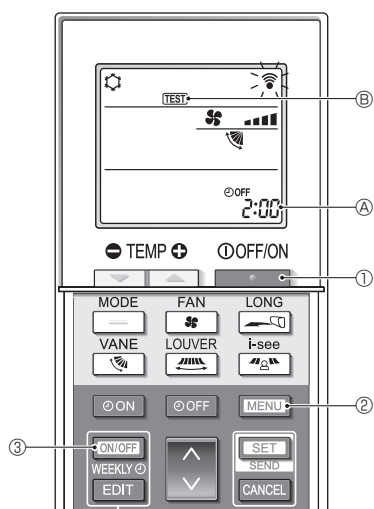

Fig. 7-5
■ Praca próbna (Fig. 7-5)
- Nacisnąć przycisk ①, aby wyłączyć klimatyzator.
- Jeśli programator tygodniowy jest włączony (jest wyświetlana ikona), należy nacisnąć przycisk ③, aby go wyłączyć (nie jest wyświetlana ikona).
- Nacisnąć przycisk ② na 5 sekund.
- Nacisnąć przycisk ②.